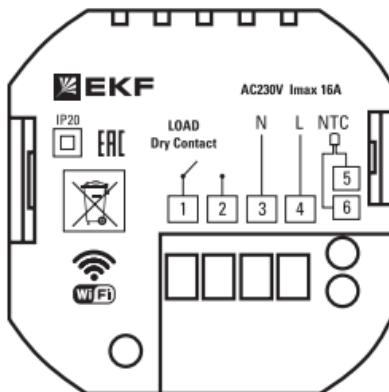

Рисунок 2 – Схема расположения клемм:
- 5.5 Выполните подключение клемм согласно их назначению (Рисунок 2).